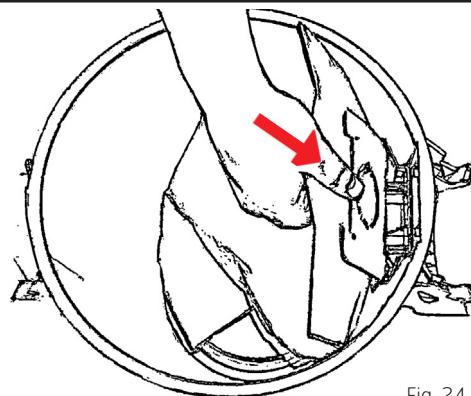

Fig. 24
1. Sett i støvposens pappkive med hull i poseholderen, Fig. 24.